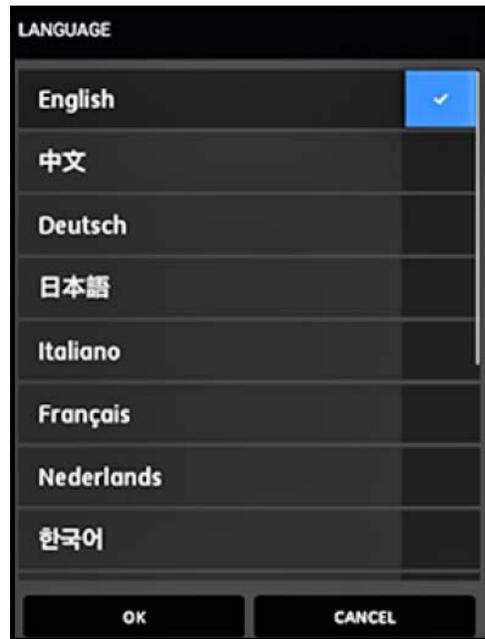

Рис. 60: Варианты выбора языка интерфейса приложения PT900
3. На экране, показанном на Рис.60 ниже, выберите нужный язык интерфейса приложения (APP) и щелкните ОК.